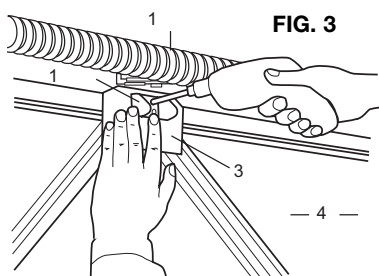

FIG. 3
- Smontare tutti i dispositivi di chiusura della porta (Fig.3).